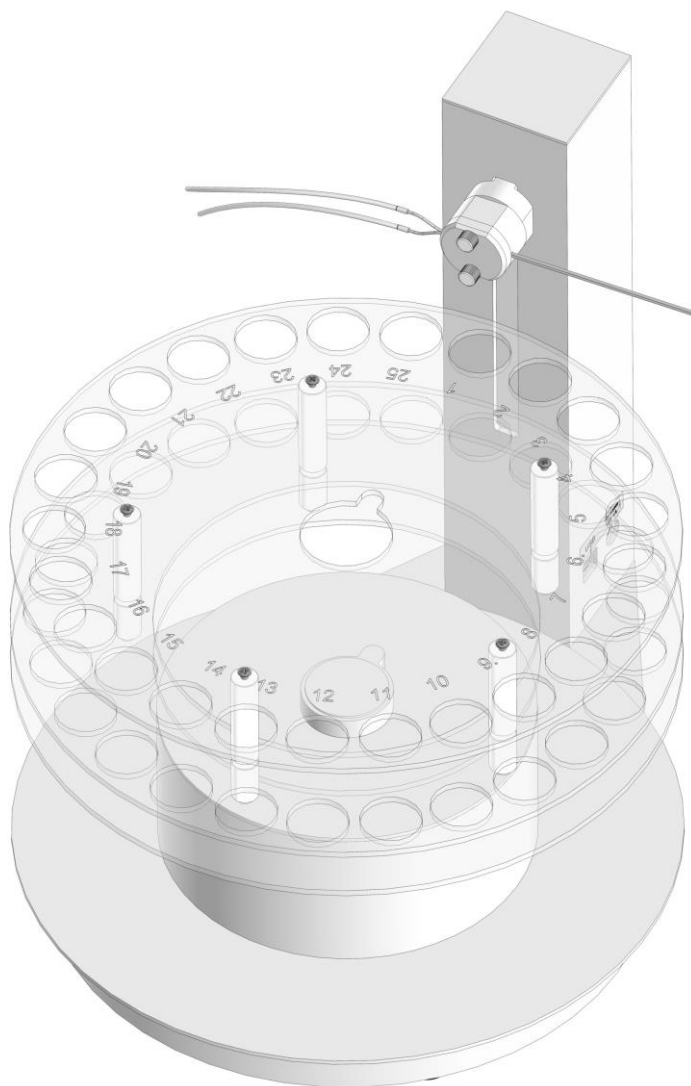

Рисунок 3. Установка карусели для виал
2.3.3. Чтобы игла не мешала при установке карусели для виал, следует повернуть узел крепления иглы примерно на 90° против часовой стрелки см. рис.3.
2.3.4. Установить карусель для виал как показано на рис.3.